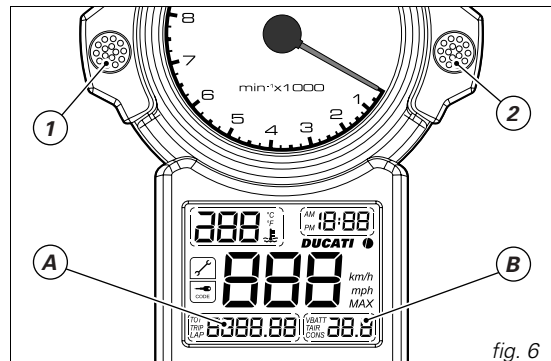

fig. 6
Premendo il pulsante (1) (fig. 6) con chiave **ON** si alterna la visualizzazione del contachilometri parziale, di quello totale e del tempo sul giro.
Premendo il pulsante (2) (fig. 6) con chiave **ON** si alterna la visualizzazione della tensione della batteria, della temperatura dell'aria e del consumo.